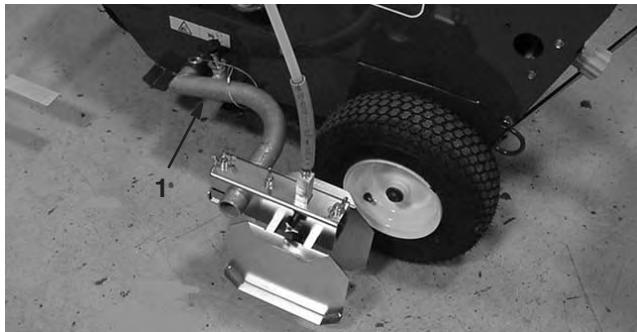

Bild 6
1. Schieben Sie das Spritzgestänge auf das Befestigungsrohr und befestigen Sie es mit dem Befestigungsstift (Bild 6). Das Spritzgestänge kann an jeder Seite der Maschine montiert und nach vorne oder hinten gedreht werden.